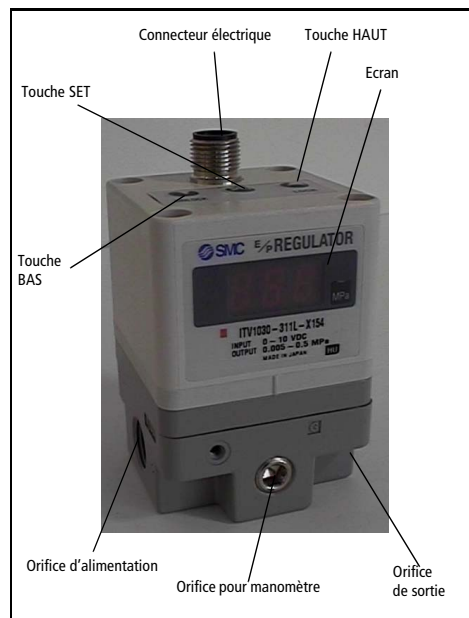

Fig 1
Pressez les touches Bas et Haut (Fig 1) ensemble durant plus de 3 secondes.
- Pour régler la pression mini (L'écran affiche F-1), utilisez les touches Haut/Bas (Fig 1). Pressez la touche SET (Fig 1) pour valider le réglage.
- Pour régler la pression maxi (L'écran affiche F-2 Fig 1), utilisez les touches Haut/Bas (Fig 1). Pressez la touche SET (Fig 1) pour valider le réglage.
- Pour régler la sortie 1 (L'écran affiche P 1), utilisez les touches Haut/Bas (Fig 1). Pressez la touche SET (Fig 1) pour valider le réglage.
- Pour régler la sortie 2 (L'écran affiche P-2), utilisez les touches Haut/Bas (Fig 1). Pressez la touche SET (Fig 1) pour valider le réglage.
Les touches sont bloquées après avoir connecté la source de courant, et ne peuvent pas être utilisées. L'écran affiche 'Loc' (Fig 1) en pressant les touches.
- 1) Pressez 'Bas' (Fig 1) durant plus de 2 secondes.
- 3) Pressez la touche 'set' (Fig 1) pour débloquent les touches.
Note: Pour annuler, pressez la touche 'Haut' (Fig 1).
- 1) Pressez 'Haut' (Fig 1) durant plus de 2 secondes.
- 3) Pressez la touche 'Set' (Fig 1) pour bloquer les touches.
Note: Pour annuler, pressez la touche 'Bas' (Fig 1).
Si une anomalie est détectée par l'ITV1000, l'écran (Fig 1) affiche 'Er' + un numéro de code. Isolez l'alimentation, résolvez le problème et remettez sous tension.